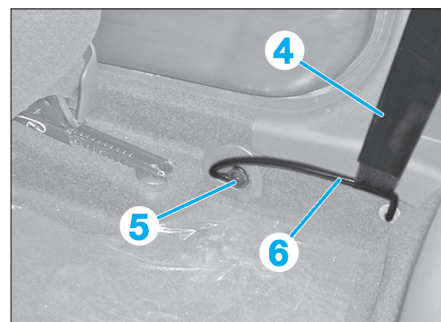

Fig. 19
- Déposer la vis (5) (Fig.19).
- Dégager le guide inférieur (6) de la ceinture de sécurité (4).
- le guide inférieur (6),